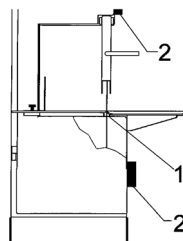

Fig.7.8.1
7.8. - Limpieza de la cuña de la guía de la hoja (Fig. 7.8.1)